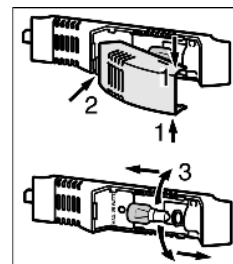

Fig. 3
- ▶ Saisir la protection d'ampoule en haut et en bas Fig. 3 (1).
- ▶ Déclipser à l'arrière et détacher la protection d'ampoule Fig. 3 (2).
- ▶ Remplacer l'ampoule. Fig. 3 (3)